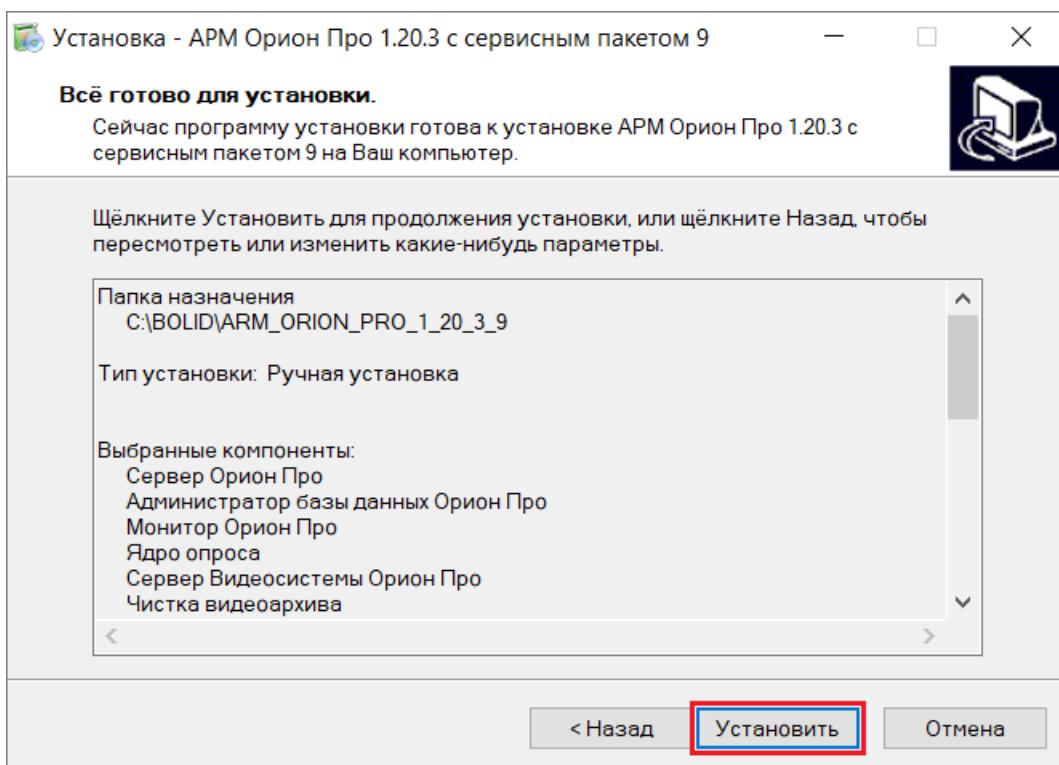

Рисунок 2-12 Подтверждение установки ПО
- 10) На новой странице Мастера установки ПО отобразится сводная информация о подготовленном к установке ПО, в том числе список устанавливаемых компонентов. Проверьте корректность выбора папки для установки, типа установки и компонентов. Для запуска процесса установки ПО нажмите кнопку «Установить» (см. Рисунок 2-12);